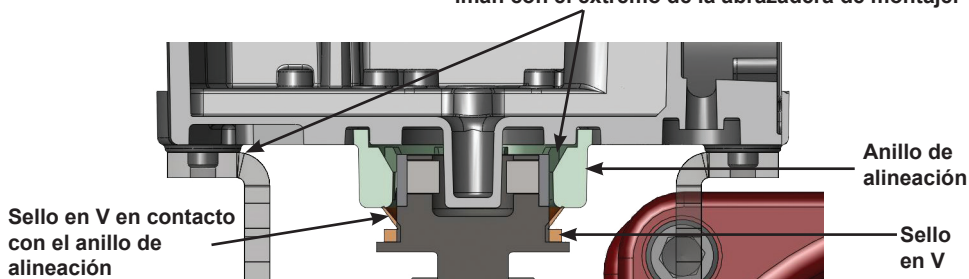

Figura 11 - Sello en V Camflex
6. Procure que los sellos en V hagan contacto con el faldón alrededor del anillo de alineación en el SVi1000 (Figura 11).